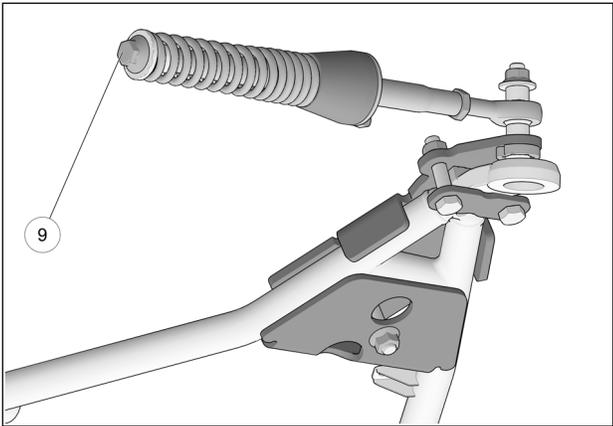

Fig. 13
8. Vérifier que le boulon du ressort (6) est serré au couple recommandé : 75 N•m [55 lb•pi]. Fig. 13